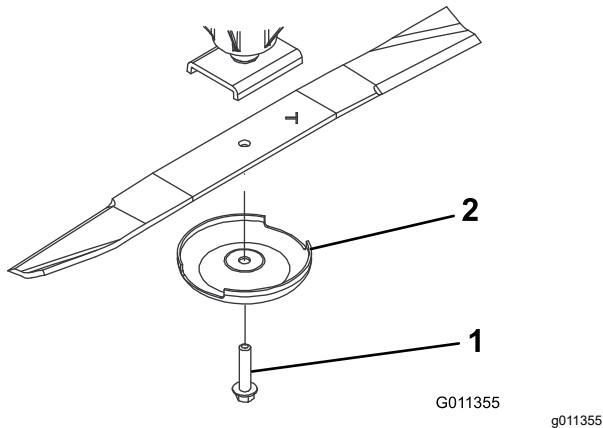

Figura 72
3. Sujete el extremo de la cuchilla con un trapo o un guante con acolchado grueso y retire el perno de la cuchilla, el protector del césped y la cuchilla del eje (Figura 72).
- Utilice el protector de césped y el perno de la cuchilla para instalar la cuchilla con la vela hacia la carcasa de corte (Figura 72).